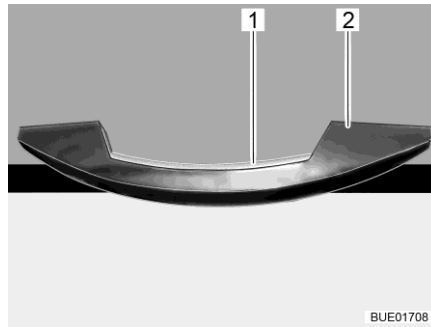

Bild 65 Handtag med låslist (exempel)
- Tryck in låslisten (Bild 65,1) och håll den intryckt.
- Öppna skåpluckan genom att dra i handtaget (Bild 65,2).